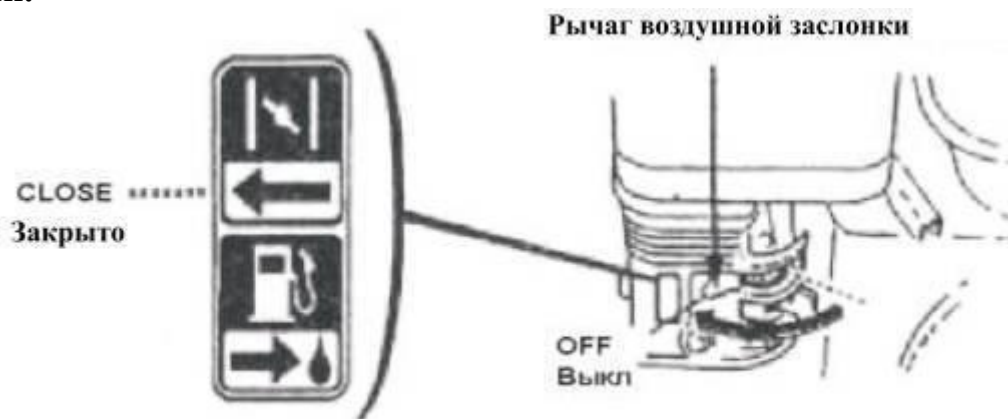

Рис.14
2. Закройте воздушную заслонку (установите рычаг в положение «CLOSE» - «Закрето»). (Рис.14).